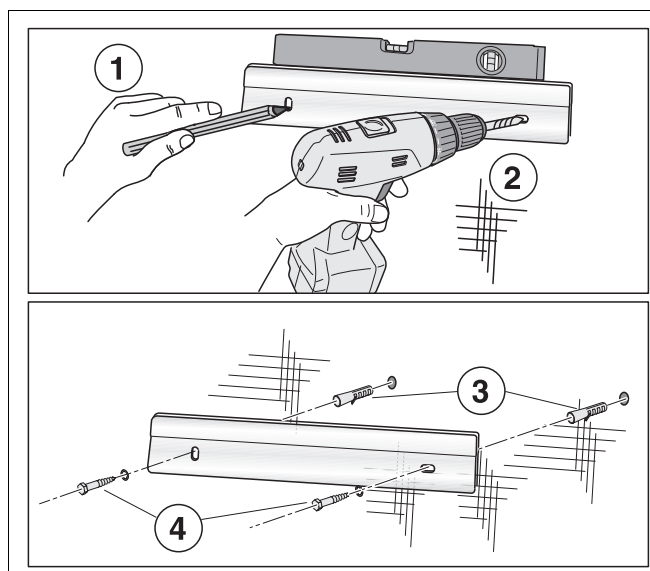

Fig. 6 Montare il supporto a muro.
- Con l'aiuto dei supporti a muro, tracciare il profilo dei fori (fig. 6, fase 1).
- 2 Praticare i fori nella parete (fig. 6, fase 2).
- 2 Inserire i tasselli nei fori (fig. 6, fase 3).
- Utilizzando le 2 viti fornite in dotazione, installare orizzontalmente il supporto a muro (fig. 6, fase 4).